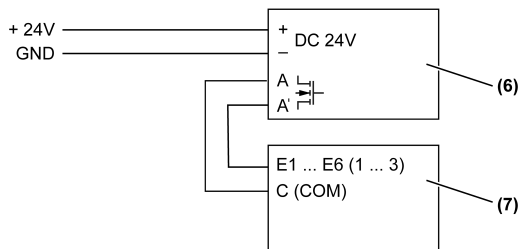

Imagen 5: Conexión a Multi station, Sensor giratorio
- (Imagen 5) (7) Multi station, n° art.: 23066REGHE, Sensor giratorio, n° art.: DS4092TS